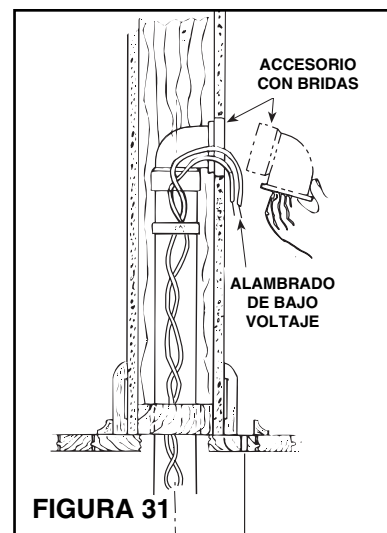

FIGURA 31
7. Aplique cemento al tubo e instale el accesorio de pared con bridas. Asegúrese de que el accesorio esté bien fijado y sellado (Figura 31).